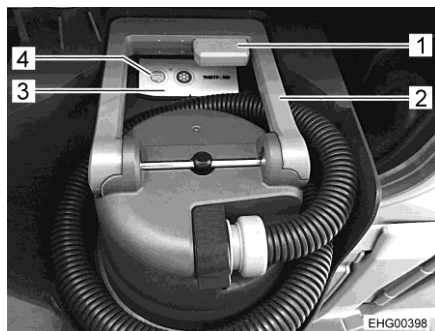

Bild 150 Entleerungsmodul
Über das Entleerungsmodul (Bild 150) werden Schwarzwassertank und Grauwassertank zusammen entleert. Gleichzeitig werden außerdem die Toilette, der Grauwassertank und der Schwarzwassertank automatisch gespült.
- Griff (Bild 150,2) des Entleerungsmoduls nach oben ziehen.
- Taste (Bild 150,1) am Griff (Bild 150,2) drücken, um das Entleerungsmodul zu öffnen.
- Blaue Entleerungstaste (Bild 150,4) am Bedienfeld (Bild 150,3) drücken. Der Entleerungsvorgang beginnt.
- Warten, bis das Abwasser vollständig abgepumpt wurde. Der Entleerungsvorgang ist abgeschlossen, wenn die blaue Entleerungstaste (Bild 150,4) nicht mehr leuchtet.
- Taste (Bild 150,1) erneut drücken, um das Entleerungsmodul zu schließen.
- Griff (Bild 150,2) einklappen.
- ▷ Wenn sich der Griff nicht einklappen lässt, ist das Entleerungsmodul möglicherweise noch offen. In diesem Fall Taste (Bild 150,1) erneut drücken.